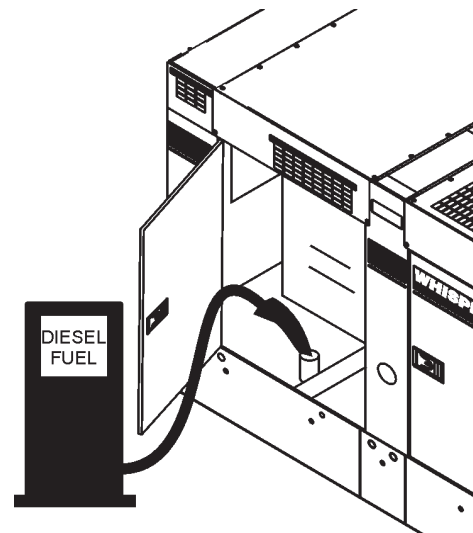

Figure 31. Chargement de la Génératrice
2. Ouvrez les portes du coffret situé sur le "côté droit" de la génératrice (à partir de la position du panneau de commande de la génératrice). Retirez le bouchon du carburant et faites l'appoint du réservoir (Figure 31).